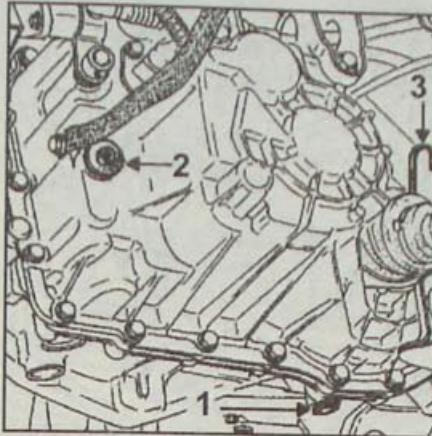

Рис. 6.4. Расположение пробки слива (1), заливки (2) и щупа (3) для измерения уровня трансмиссионного масла в коробке передач PK1
- Уровень трансмиссионного масла измеряется масляным щупом (3, рис. 6.4).
Пробка (2, рис. 6.4) маслоналивного отверстия не предназначена для проверки уровня масла по началу переливания. Угол наклона коробки передач изменяется в зависимости от того, на каком автомобиле она установлена.